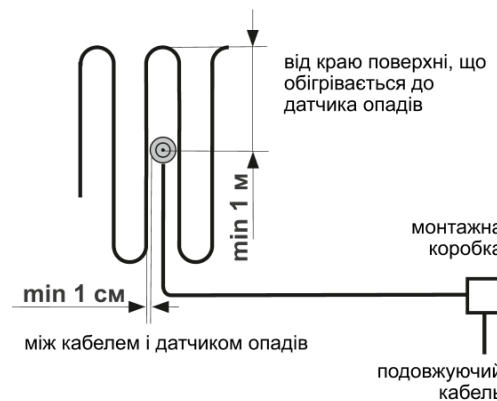

Рисунок 3. Правила розташування датчика опадів та нагрівального кабелю при підігріві ґрунту
- датчик опадів повинен розташовуватися всередині поверхні, що обігрівається і як мінімум в 1 м від її краю (рис. 3).